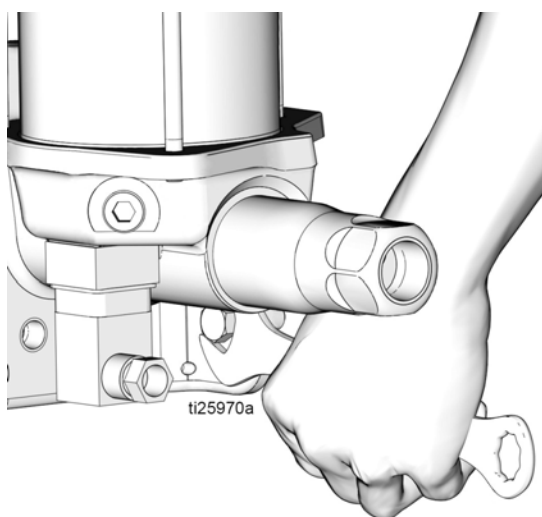

FIG. 11
5. Déposer les boulons de montage (FIG. 11) et mettre la pompe hors service.